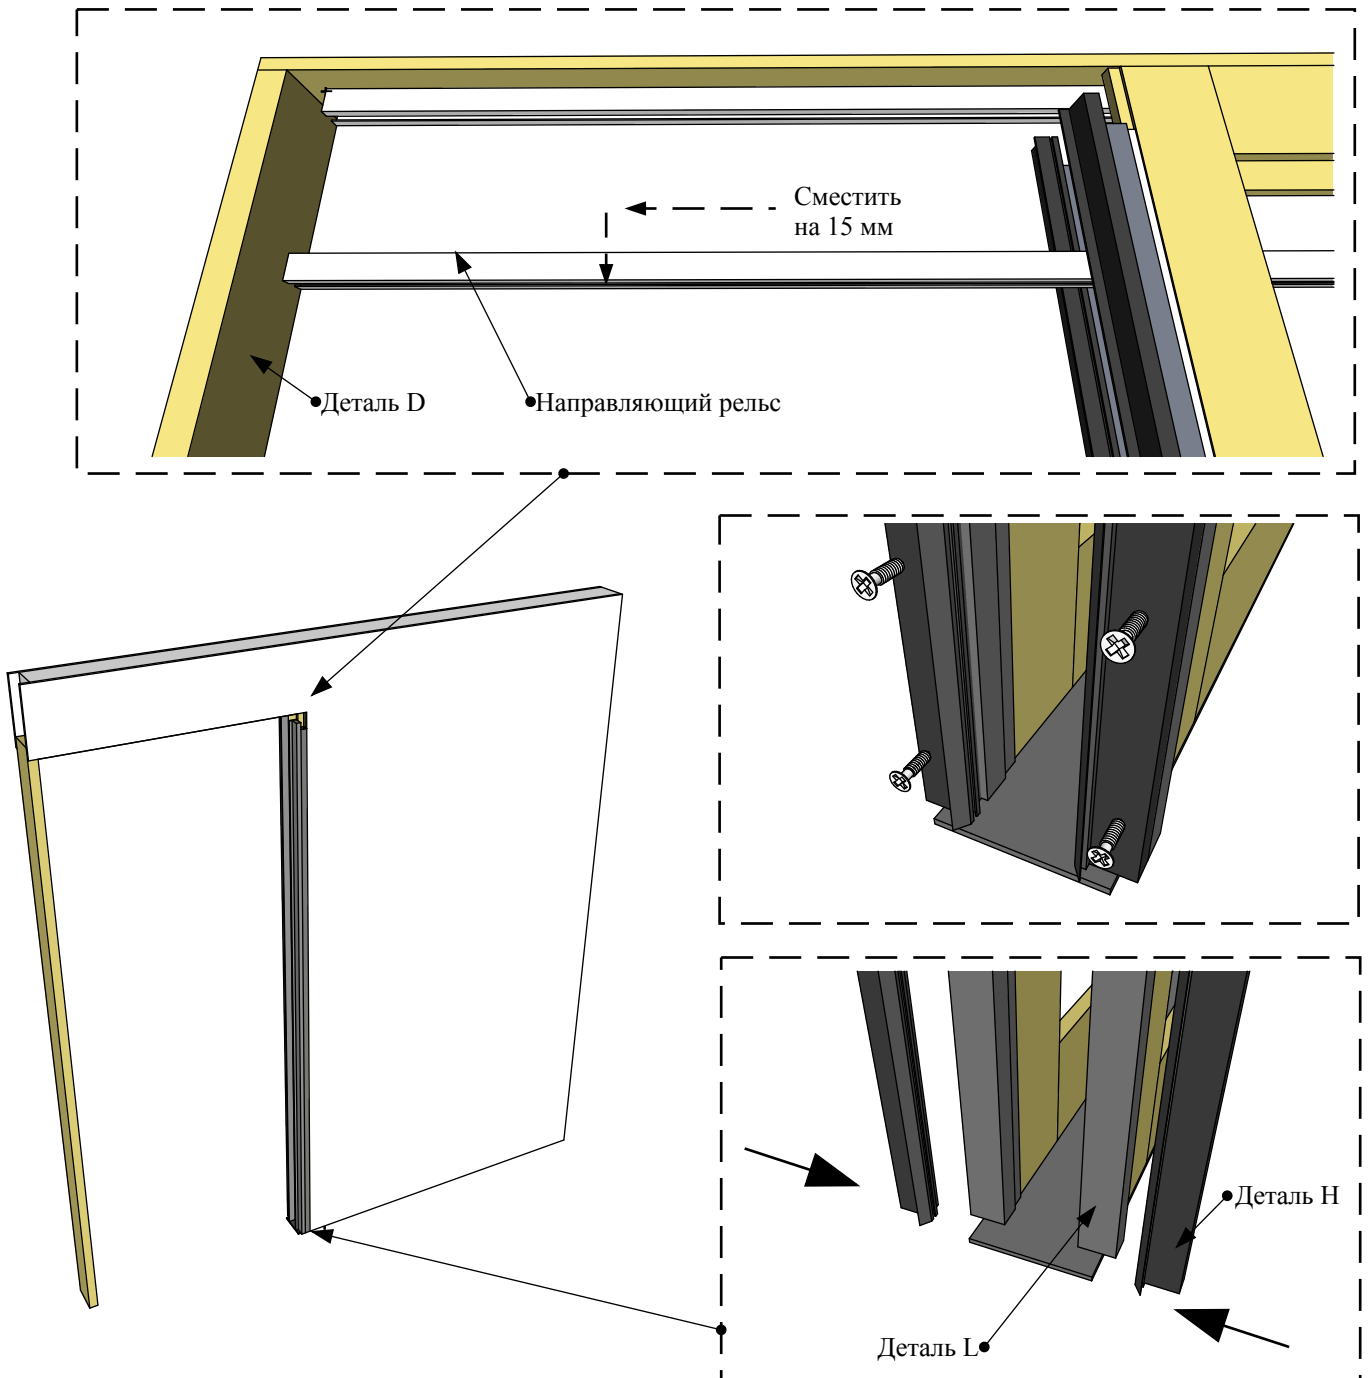

Рисунок 21
8.5. После монтажа дверного полотна следует обратно установить детали Н на жёсткость L, закрепив самрезами 3.5*32 мм. Перед установкой вставьте в пазы деталей Н щёточный уплотнитель (Рис.21).